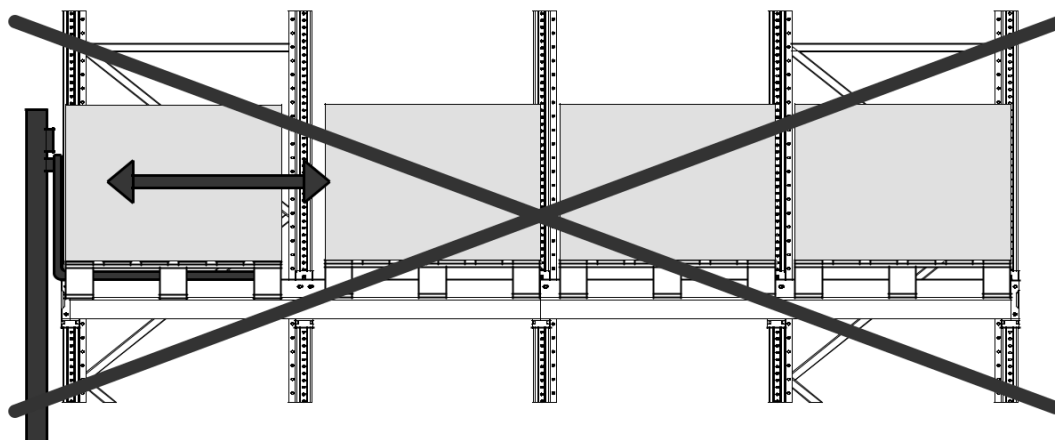

Рисунок 12 - Перемещение грузовой единицы на ложементах
- ▶ Не допускается толкать грузовые единицы грузоподъемной техникой (рис. 12);
- ▶ Не допускается волочение грузовой единицы по ложементам стеллажа (рис. 12);